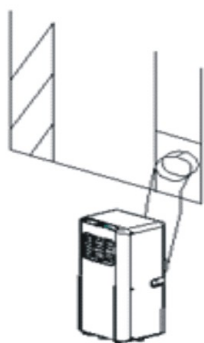

Рис. 6
- 2) Присоединить вытяжную трубу и правильно вывести ее через окно, как показано на Рис. 6 и 6а.
Рис. 6а